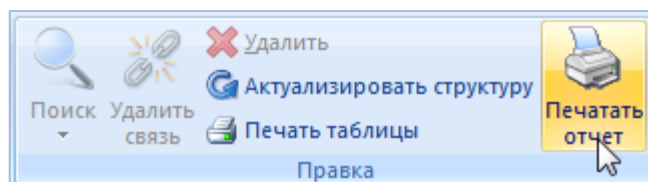

Рис. 7-56 – Формирование типового отчета
5) Нажать кнопку «Печатать отчет» панели «Правка» в окне с результатами запроса (рис. 7-56). Внешний вид панели «Правка» может отличаться от представленного ниже, в зависимости от подсистемы по которой выполнялся запрос.
6) Нажать кнопку «Печатать отчет» панели «Окно» рабочего окна (рис. 7-56).